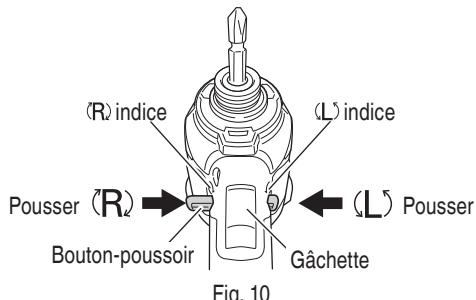

Fig. 10
En appuyant sur le côté L du bouton-poussoir, la mèche tourne dans le sens anti-horaire. (Voir Fig. 10). (Les repères (L) et (R) sont marqués sur le corps).